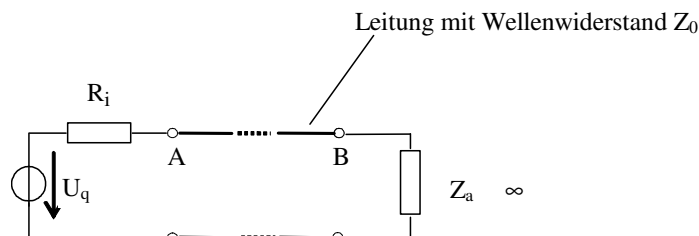

Bild 3: Leitungsanordnung zur Diskussion des Reflexionsverhaltens
6. Die in Bild 3 dargestellte Leitung habe den Wellenwiderstand $Z_0 = R_i$. Skizzieren Sie den Spannungsverlauf (Leitungslaufzeit t_L) an den Punkten A und B, wenn die Spannungsquelle zum Zeitpunkt T_0 einen Sprung der Höhe $U_0 = U_q$ hat.